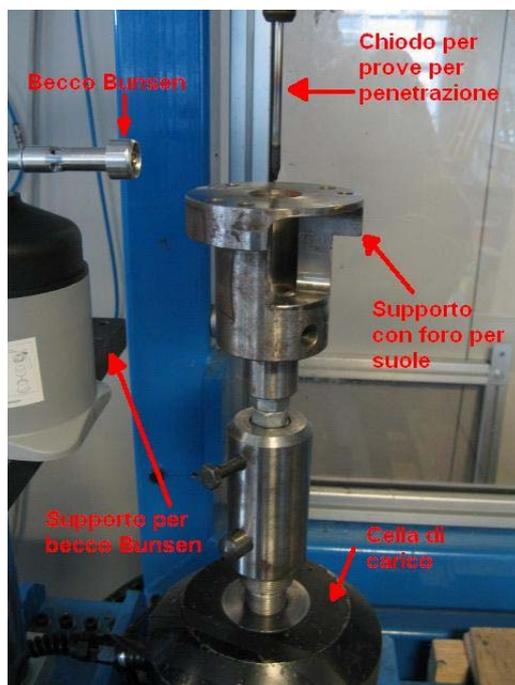

Fig. 1
- Cella di carico MTS (fig.1);
- Chiodo \varnothing 4,5 mm lungo 75 mm per prove di penetrazione (fig. 1);
- Supporto con foro per suole (fig.1);